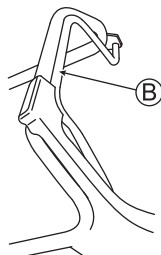

Fig. 18
- 4 Empurre a alavanca da embreagem de acionamento (B) para frente para começar a cortar. (Veja a fig. 18)